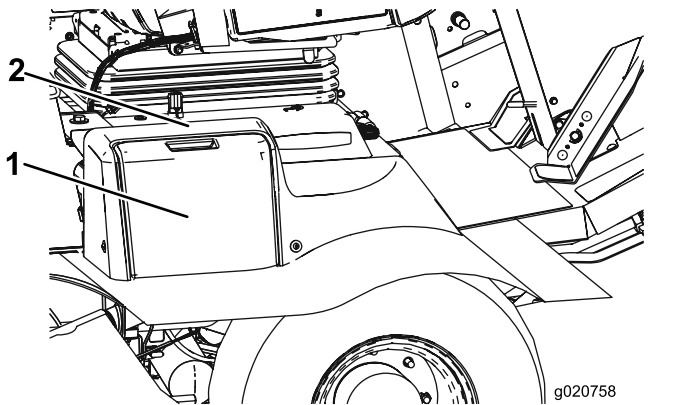

Рисунок 80
1. Откройте крышку аккумуляторной батареи сбоку на кожухе (Рисунок 80).
**Примечание:** Нажмите на плоскую поверхность над крышкой аккумуляторной батареи, чтобы облегчить снятие крышки (Рисунок 80).